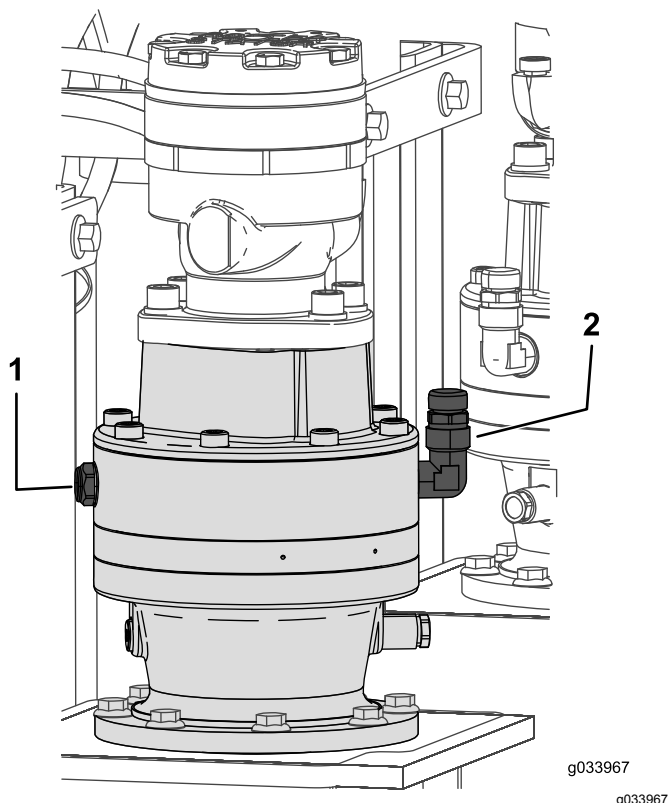

Рисунок 102
1. Проверьте уровень масла по смотровому стеклу на каждом планетарном редукторе опускаемой стойки (Рисунок 102).
2. Снимите крышку сапуна и долейте масло в планетарный редуктор так, чтобы уровень масла доходил как минимум до середины смотрового стекла (Рисунок 102).